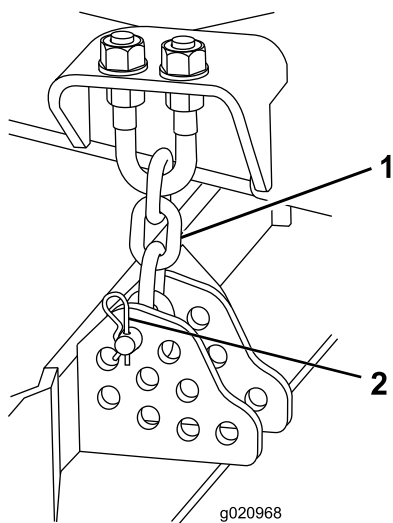

Figure 20
5. Enlevez la goupille fendue et l'axe de chape qui fixent les chaînes de hauteur de coupe à l'arrière du plateau de coupe (Figure 20).